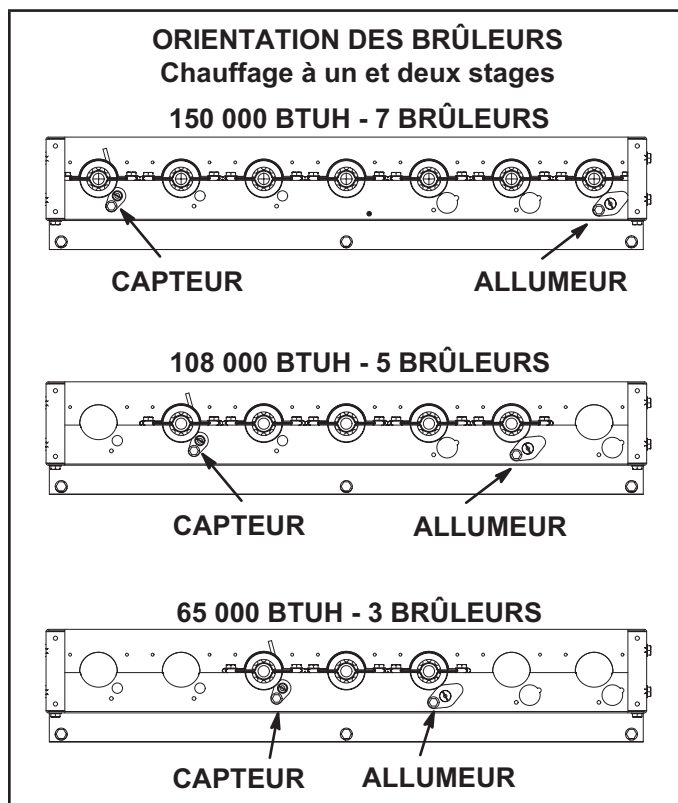

FIGURE 36
- 6 - Remettre les brûleurs et les vis maintenant les brûleurs. Voir FIGURE 36.